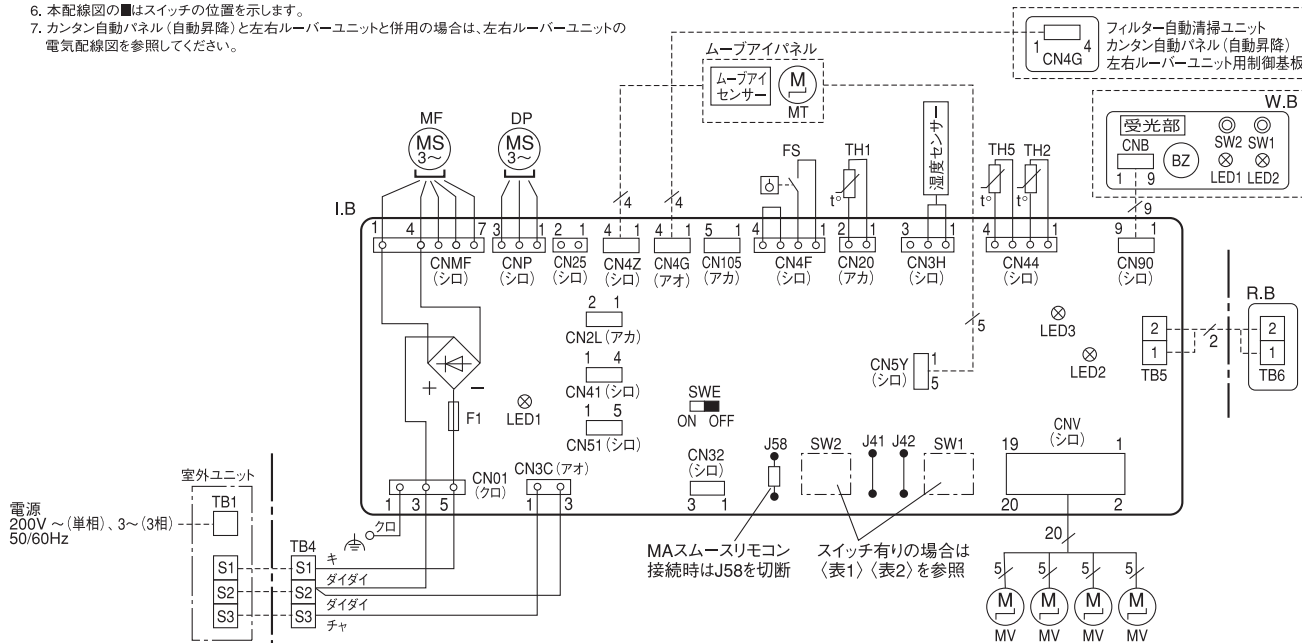

図1) TB5:端子盤(リモコン伝送線)への配線接続時の注意
- TB5(端子盤)へ動力線は絶対に接続しないでください。その他の注意事項は、図1を参照してください。